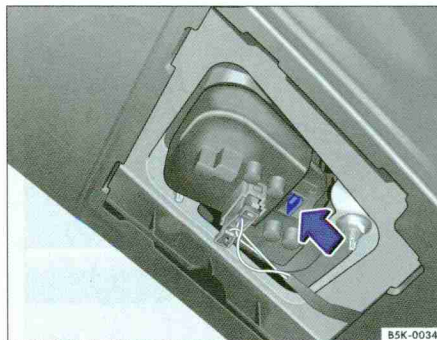

Fig. 205 Retirez le porte-ampoule intégré au capot de coffre.
4. Comprimez la languette de verrouillage dans le sens de la flèche ⇒ fig. 205 puis retirez le porte-ampoule.